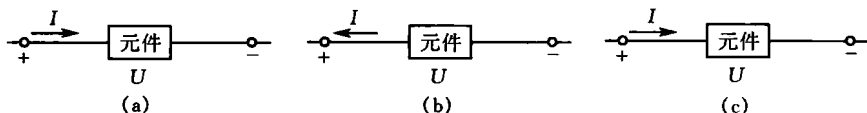

图 1-6 例 1-1 图
**【例 1-1】** 若图 1-6(a)中的  $U=10\text{V}$ ,  $I=4\text{A}$ ; 图 1-6(b)中的  $U=10\text{V}$ ,  $I=4\text{A}$ ; 图 1-6(c)中的  $U=10\text{V}$ ,  $I=-4\text{A}$ 。则元件是输出功率还是吸收功率? 是电源还是负载? 功率各为多少?
**【解】** 图 1-6(a)中: 电压与电流取关联参考方向, 因此